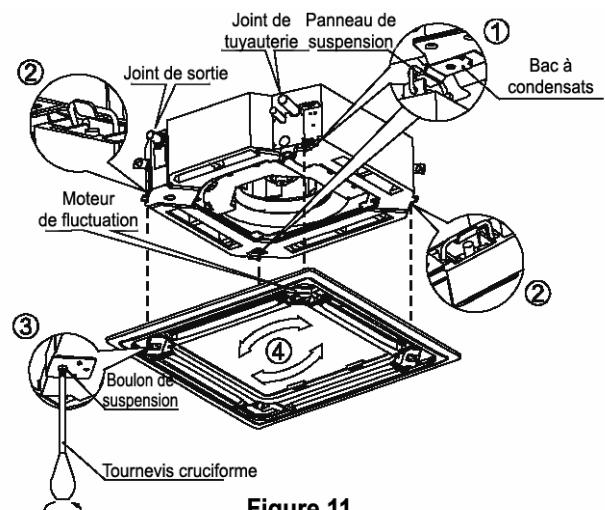

Figure 11
(3) Installez le panneau.
- Alinez correctement le moteur de fluctuation du panneau et les joints de tuyauterie du corps principal. (cf. figure 11)
- Réglez doucement le panneau en direction de la flèche de la figure 11 (4) pour faire coïncider le centre du panneau et le centre du trou au plafond. Assurez-vous que les boulons de suspension des quatre coins sont correctement fixés.